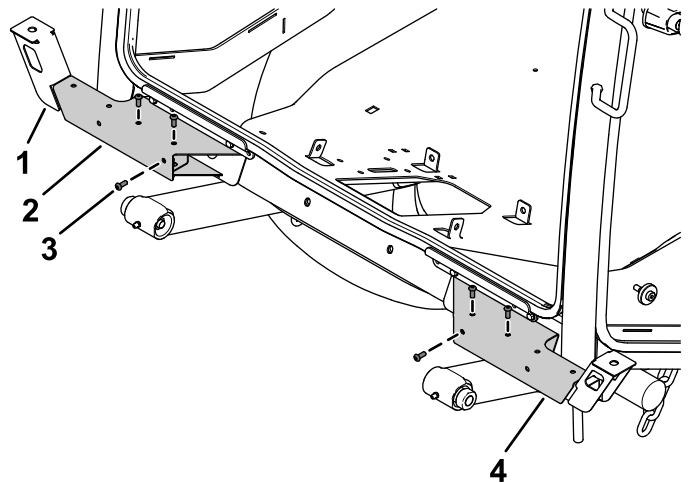

Figur 14
1. Fäst den vänstra och högra lampbasen på hyttramen med två vagnsskruvar ($\frac{3}{8} \times \frac{3}{4}$ tum) och två låsmutter ($\frac{3}{8}$ tum) på varje sida (Figur 14).